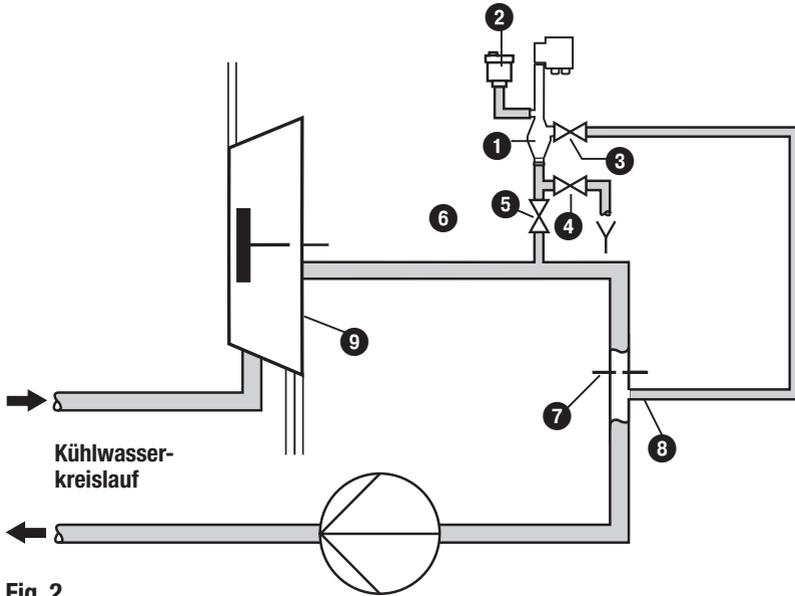
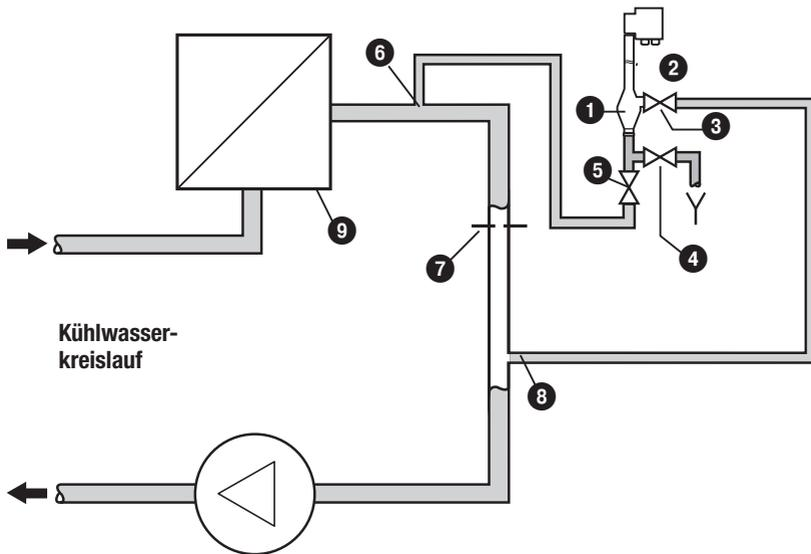

Fig. 2
Fig. 3
- Bitte beachten Sie die Einbaubeispiele auf Seite 10, **Fig. 2**, **Fig. 3**
- **Fig. 2** Einbauvorschlag für günstigste Anordnung des Messgefäßes.
- **Fig. 3** Einbau für Fälle, in den das Messgefäß tiefer angeordnet werden muss.